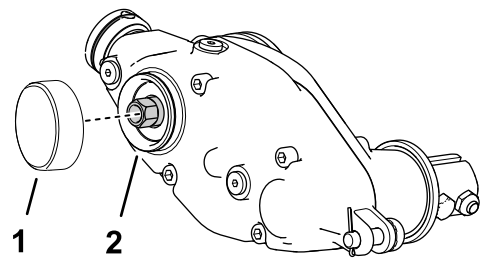

Рисунок 15
1. Нанесите герметик средней степени фиксации для цилиндрических поверхностей (такой как зеленый Loctite 609®) вокруг канавки стопорного кольца и на поверхность по наружному диаметру (Рисунок 15).
2. Установите крышку, как показано на Рисунок 15.